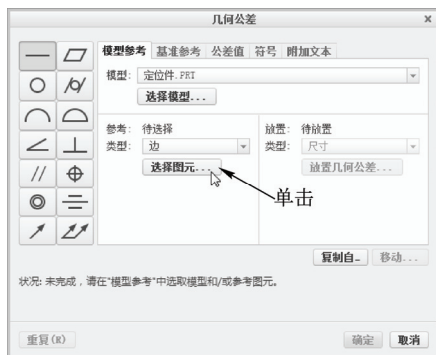

图 14-71 单击“选择图元”按钮
STEP 03 弹出“几何公差”对话框，单击“直线度”按钮，在“参考：待选择”选项区中单击“选择图元”按钮，如图 14-71 所示。